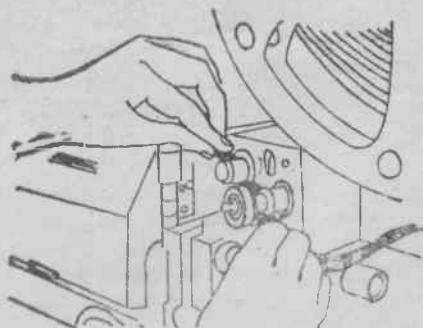

Рис. 27.
5. Возьмите пальцами обеих рук верхний отрезок фильма на расстоянии 10—12 кадров от зажатого фильмовым каналом участка и, выгнув фильм дугой, введите его между тянутым барабаном и его роликами до упора, как показано на рис. 27. При этом над фильмовым каналом образуется свободная петля, которая не должна быть короче 8—10 кадров. Убедитесь в том, что перфорационные отверстия легли на зубцы барабана.